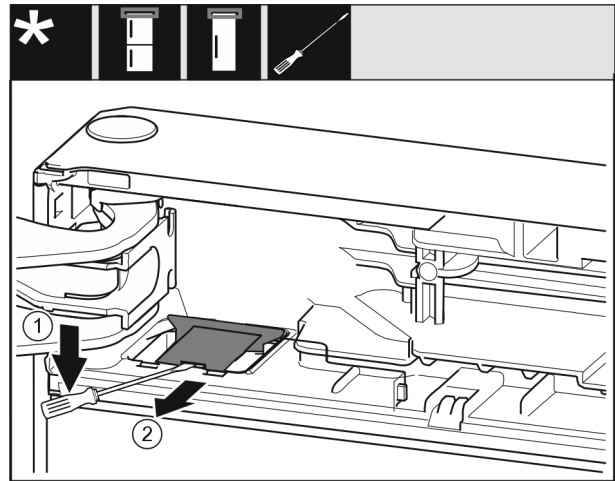

Fig. 11
- ▶ Pattintsa ki a fedelet Fig. 11 (1) lapos csavarhúzóval.
- ▶ Vegye ki a fedelet Fig. 11 (2).